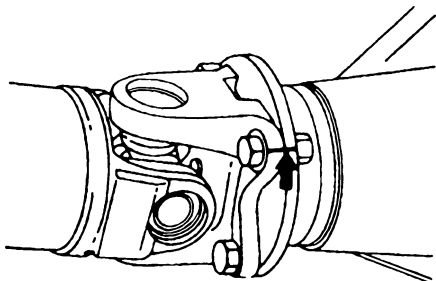

图 3-145 在凸缘轴和变速器结合凸缘上做匹配标记
1) 如图 3-145 所示，安装时把匹配标记相互对准，然后把传动轴装到结合凸缘上。注意，如果螺栓和螺母的螺纹部分沾污齿轮油或润滑油脂，则会变得松动。因此在拧紧螺栓和螺母之前，要把螺纹部分的油脂完全擦掉。